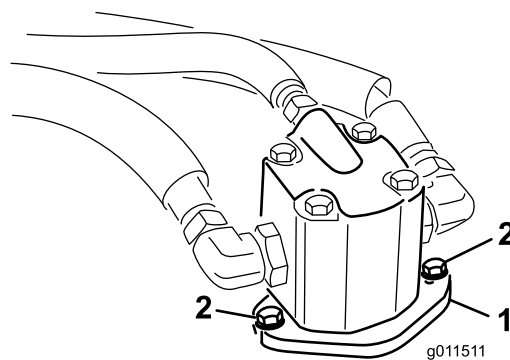

Figura 71
- Retire os parafusos que fixam o motor hidráulico à unidade de corte (Figura 71). Levante o motor da unidade de corte e coloque-o na zona superior da unidade de corte.